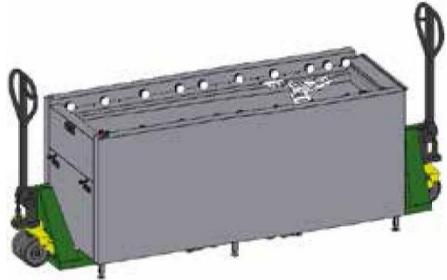

Рис. 5d
- Перемещать систему при помощи двух паллетных тележек, вытягивая их с короткой стороны (Рис. 5d).